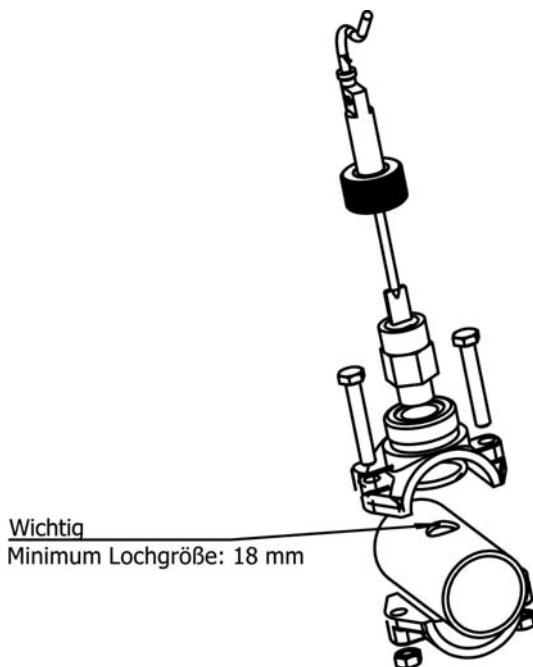

Abb. 14-1
1. Die zum Lieferumfang gehörende Quetschverschraubung an einem Teil der Rohrleitung anbringen, der sich am Eingang der Elektrolysezelle befindet. Die Manschette muss immer waagerecht zum Boden (siehe Abb. 14-1) angebracht werden.
2. Den zum Lieferumfang gehörenden Durchflussdetektor (Durchflusschalter) immer senkrecht an der Manschette (Abb. 14-1) anbringen.